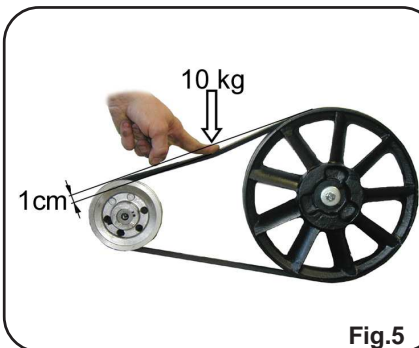

Fig. 5
- ➔ La courroie est détendue ou usée: retendre ou changer la courroie( Fig. 5)
- ➔ Contrôle tension courroie: Pour garantir le rendement du compresseur.( Fig. 5)